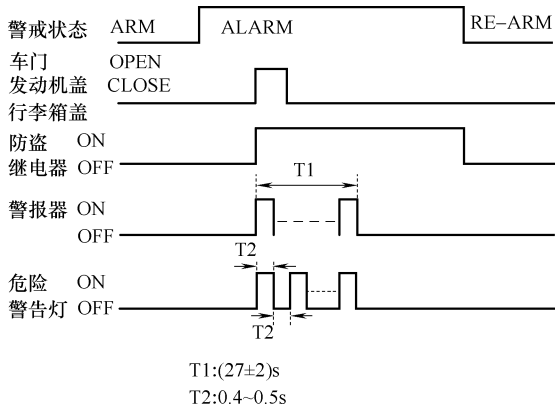

图 2-14 欧洲、澳大利亚地区警报功能
③ 在警报状态，即使关闭打开的车门或盖，会持续发出警报（在最初的警报结束后，如果重新打开车门或盖，将重新发出警报）。
2) 欧洲、澳大利亚地区（图 2-14）警报功能。